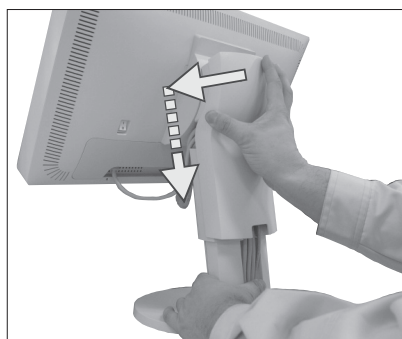
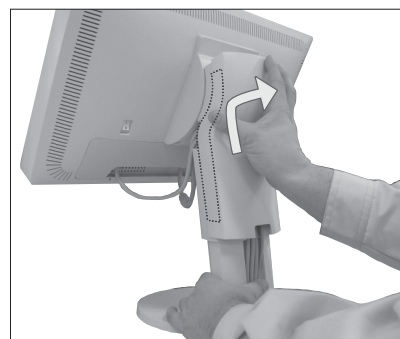

Figura C.5
Figura C.6
11. Sujete firmemente todos los cables y coloque la cubierta de los cables sobre el soporte (figura C.5). Para quitar la cubierta, deslícela hacia arriba como se indica en la figura C.6.